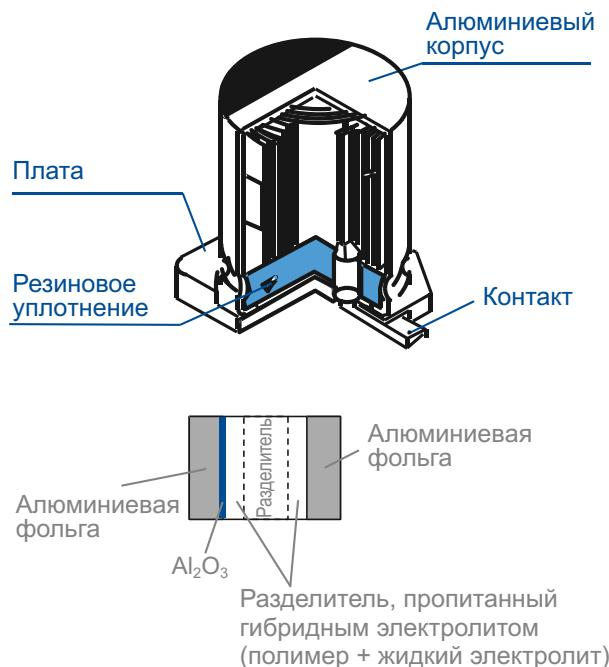

Рисунок 4.
- Полимерные гибридные алюминиевые конденсаторы.** Как следует из их названия, в этих конденсаторах в качестве электролита используется комбинация жидкости и проводящего полимера (Рисунок 4), а в качестве катода – алюминий. Идея, лежавшая в основе этого технического решения, заключалась в объединении лучших свойств обоих материалов: использование полимеров обеспечивает высокую проводимость и, соответственно, низкое ESR. При этом жидкая составляющая электролита может выдерживать более высокие напряжения и позволяет получать более высокие значения емкос-
Рисунок 4. Расположение элементов и топология печатной платы имеют не меньшее значение, чем принципиальная схема, так как физический поворот шунтового устройства изменяет путь прохождения дуги.
ным проводникам (не земляным), имеется вероятность того, что электрическая дуга пойдет прямо в шунтовой регулятор или в проводники, к которым он припаян на плате. В этом случае перемещение R1 уже не сможет защитить шунт (Рисунок 4). Для решения проблемы следует развернуть регулятор таким образом, чтобы узел анода (земли) стал ближайшим к печатным проводникам по другую сторону изолирующего промежутка оптрана.